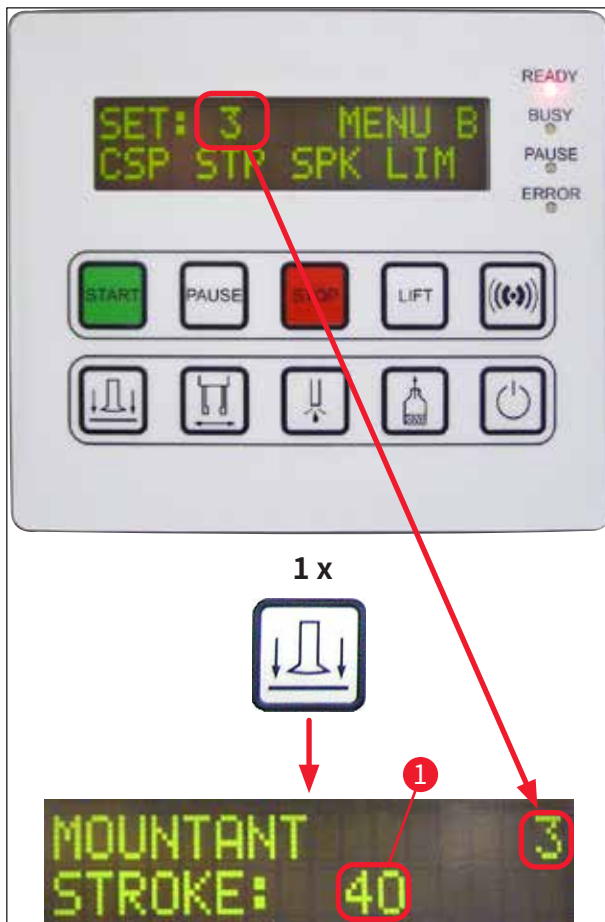

图 40
1. 若要修改盖玻片封片剂行程长度 (STK), 按下**释放盖玻片**按钮 (→ 图 40)。